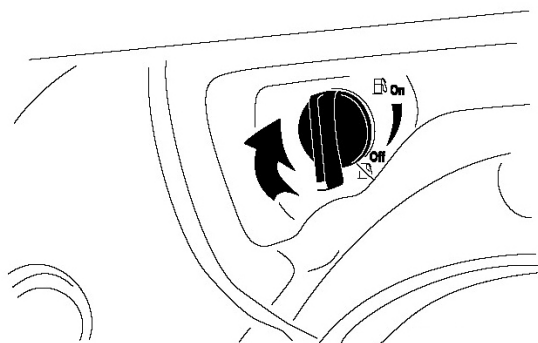

Рисунок 26.
4. Закройте клапан подачи топлива, повернув его по часовой стрелке (рис. 26).